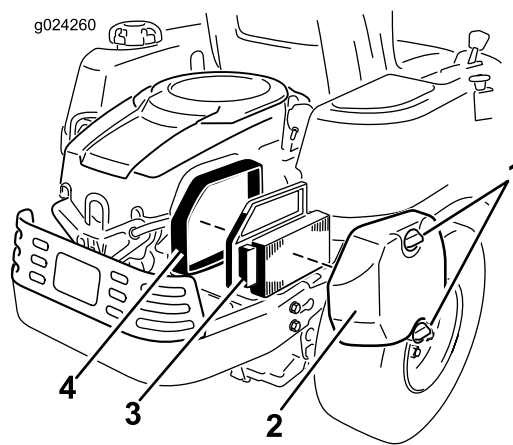

Figura 34
1. Retire la tapa del limpiador de aire (Figura 34).
2. Retire el elemento limpiador de aire con la junta de goma integral (Figura 34).
5. Instale el elemento del limpiador de aire con el lado plisado hacia fuera, y asiente la junta de goma en los bordes de la base del limpiador de aire (Figura 34).
6. Instale la tapa del limpiador de aire y sujétela con los 2 pomos (Figura 34).